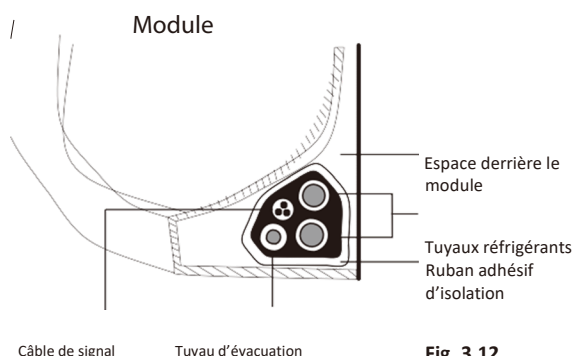

Fig. 3.12
1. Regroupez le tuyau d'évacuation, les tuyaux réfrigérants et le câble de signal selon la Fig. 3.12.
3. À l'aide de ruban d'isolation, enveloppez fermement le câble de signal, les tuyaux réfrigérants ainsi que le tuyau d'évacuation ensemble. Vérifiez de nouveau que tous les éléments sont regroupés selon la Fig. 3.12.